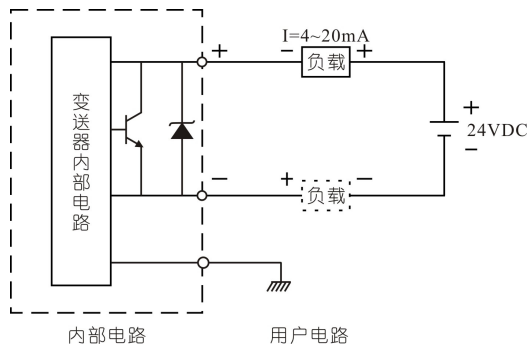
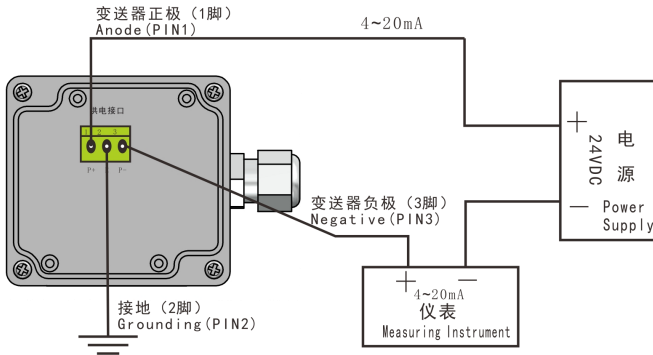

图 5 电气连接图
图12
注意：负载可接在变送器的正端（实线部分）或负端（虚线部分），如图 5 示。
1) 旋开接线盒侧盖，按图12所示的接线图及图5 电气图接线。